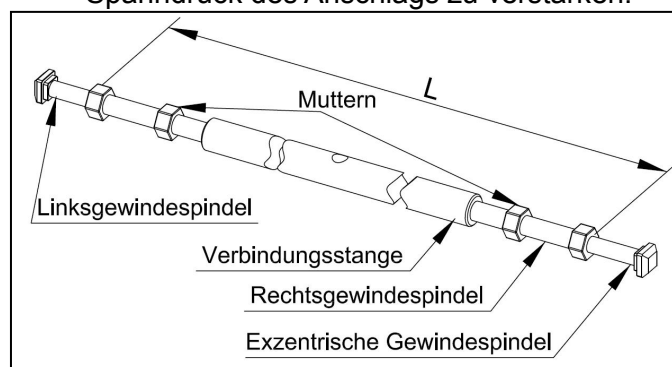

Abb. 6-12
1. Lösen Sie die Mutter wie in **Abb. 6-12** gezeigt, um den Abstand zwischen der linken und der rechten Drehspindel einzustellen, und stellen Sie sicher, dass L leicht kleiner als die Breite der Tischplatte ist, um die spätere Installation zu erleichtern.